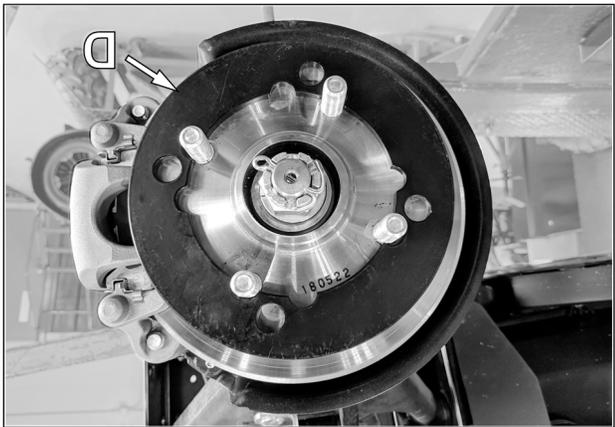

Fig. 10
9. Installer les espacateurs (D) sur les moyeux de roue avant d'installer les systèmes de traction. Fig. 10